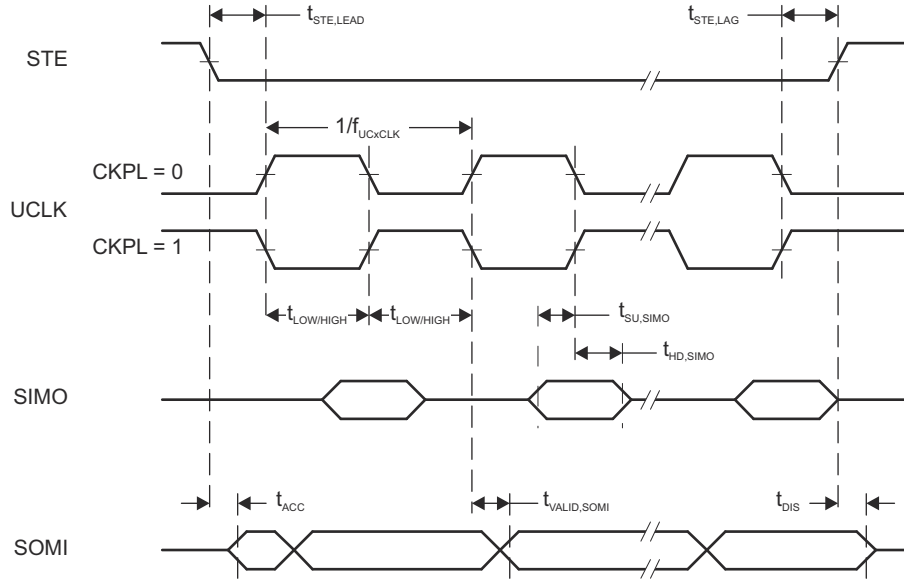
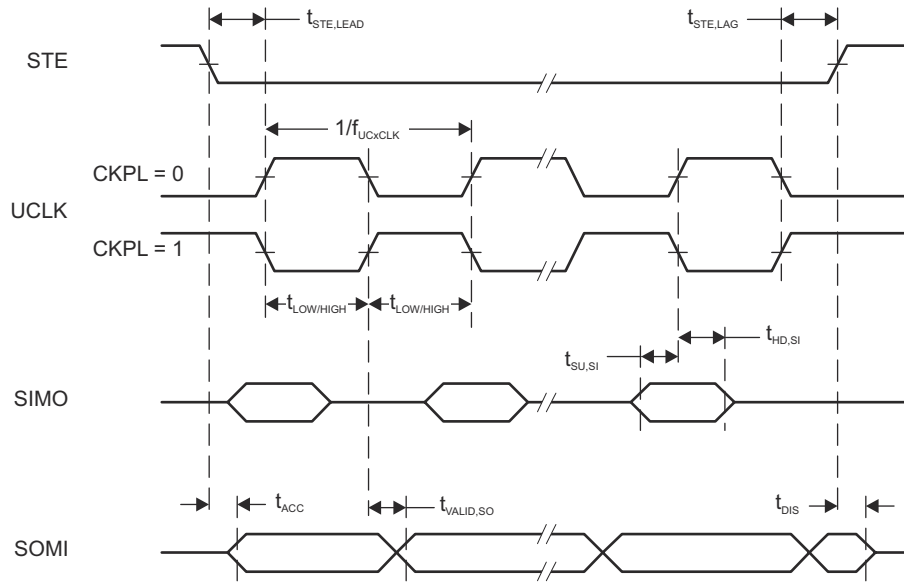

图 8-12. SPI 受控模式，CKPH = 0
图 8-13. SPI 受控模式，CKPH = 1
(2) 指定输出更改 UCLK 时钟边沿后将下一有效数据驱动到 SOMI 输出的时间。请参阅图 8-12 和图 8-13 中的时序图。
(3) 指定输出更改 UCLK 脉冲边沿后 SOMI 输出上的数据的有效时长。请参阅图 8-12 和图 8-13 中的时序图。